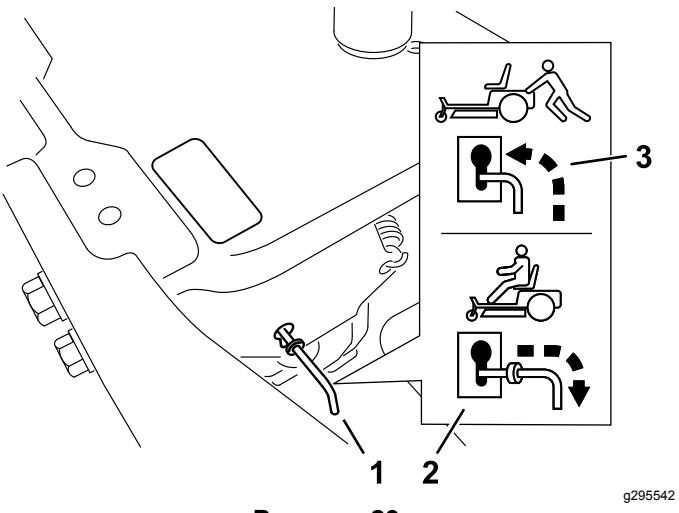

Рисунок 29
- Вытяните рычаги перепускных клапанов вперед через профилированные отверстия и опустите вниз, чтобы зафиксировать их на месте (Рисунок 29).
Переместите рычаги перепускных клапанов назад через профилированные отверстия и опустите вниз, чтобы зафиксировать их на месте, как показано на Рисунок 29.